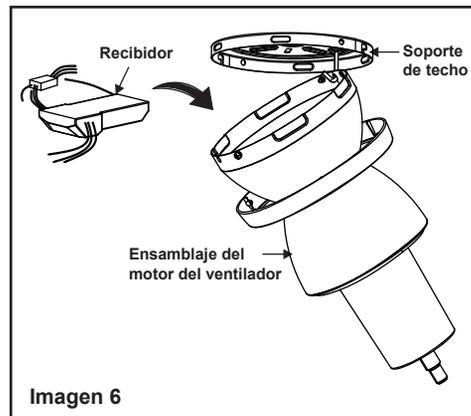

Imagen 6
1. (Imagen 6) Inserte el receptor en el ensamblaje de soporte de techo con el lado plano del receptor mirando hacia el techo.